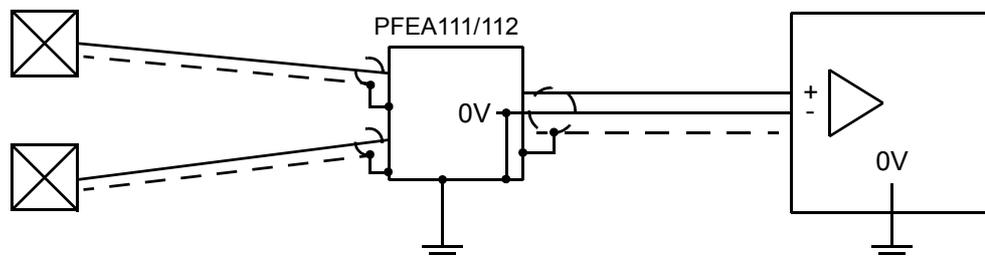
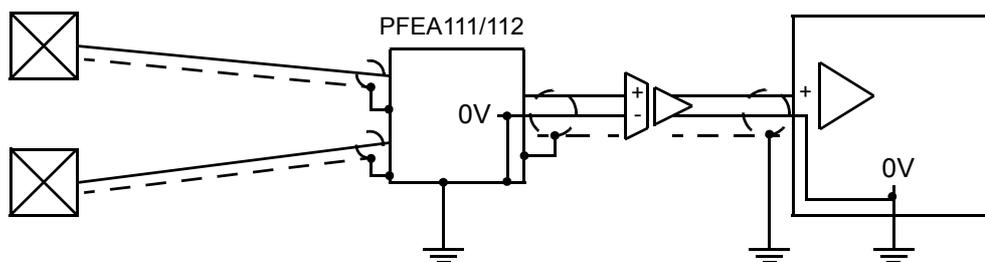

図 2-7. 絶縁付きまたは差動入力の上層システムの接続
図 2-8. 別の絶縁アンプを介した上層システムの接続
- 測定システムの信号接地はテンション・エレクトロニクスの筐体接地に接続されているため、制御システムに接続されている上層システムへの入力は接地しないでください。測定システムと上層システムを相互接続して最大の機能性を達成する最良の方法については、図 2-7 と図 2-8 を参照してください。